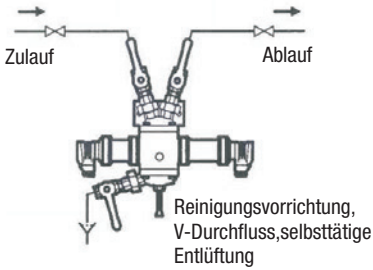
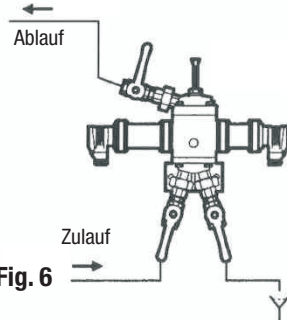

Fig. 5
Fig. 6
Montieren Sie den Messwertgeber und verlegen Sie die Leitungen entsprechend den Einbaubeispielen **Fig. 5 bis 9**.
Bei großer Verschmutzungsgefahr und grobem Schmutzanfall: Durchströmung des Glaszylinders **21** (Verkratzen des Glaszylinders) in Längsrichtung. **Fig. 6**.
- Fig. 5** Einbaubeispiel für Probenleitung von z.B. Wasseraufbereitung, Bierfiltration, Permeat hinter Umkehr-Osmose.
- Fig. 6** Einbaubeispiel wenn sich Feststoffe im Kondensat befinden. Bei der Einbaulage entsprechend den **Fig. 5 – 9** können sich Feststoffe an der Reinigungsvorrichtung absetzen und würden bei Betätigung der Schubstange den Glaszylinder **21** in kurzer Zeit verkratzen.